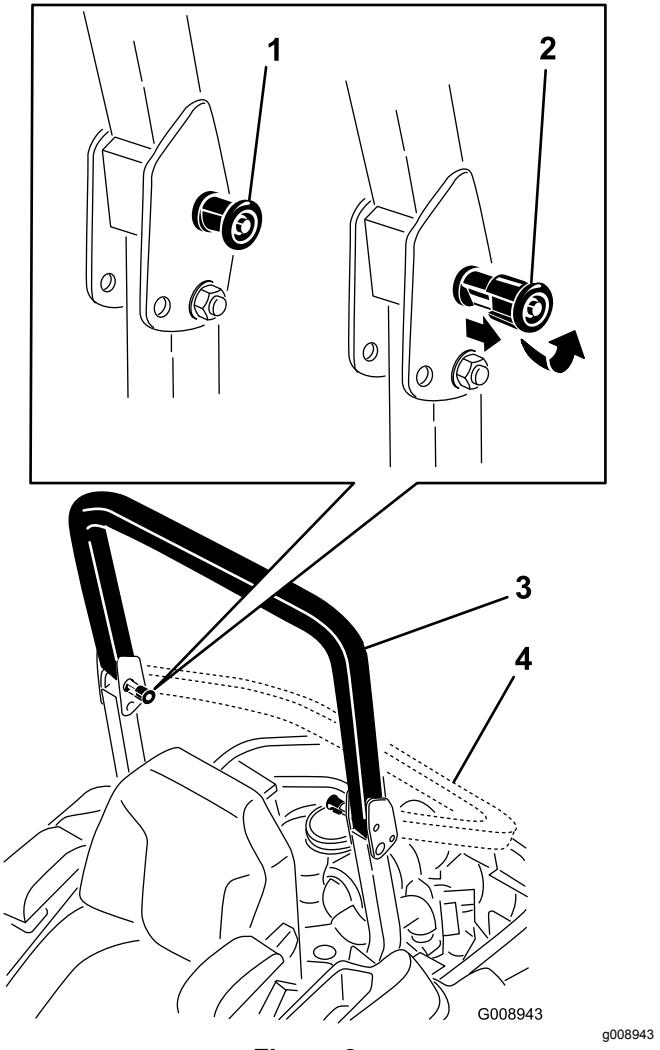

Figura 8
2. Tire de ambos pomos hacia fuera y gírelos 90 grados para desengranarlos (Figura 8).
3. Baje la barra antivuelco (Figura 8).
- 4. Para elevar la barra antivuelco, suba la barra a la posición de uso y gire los pomos para que se introduzcan parcialmente en las ranuras (Figura 8).
- 5. Eleve la barra antivuelco a la posición vertical, presionando sobre la parte superior de la misma; las clavijas encajarán en cuanto se alineen con los orificios (Figura 8).